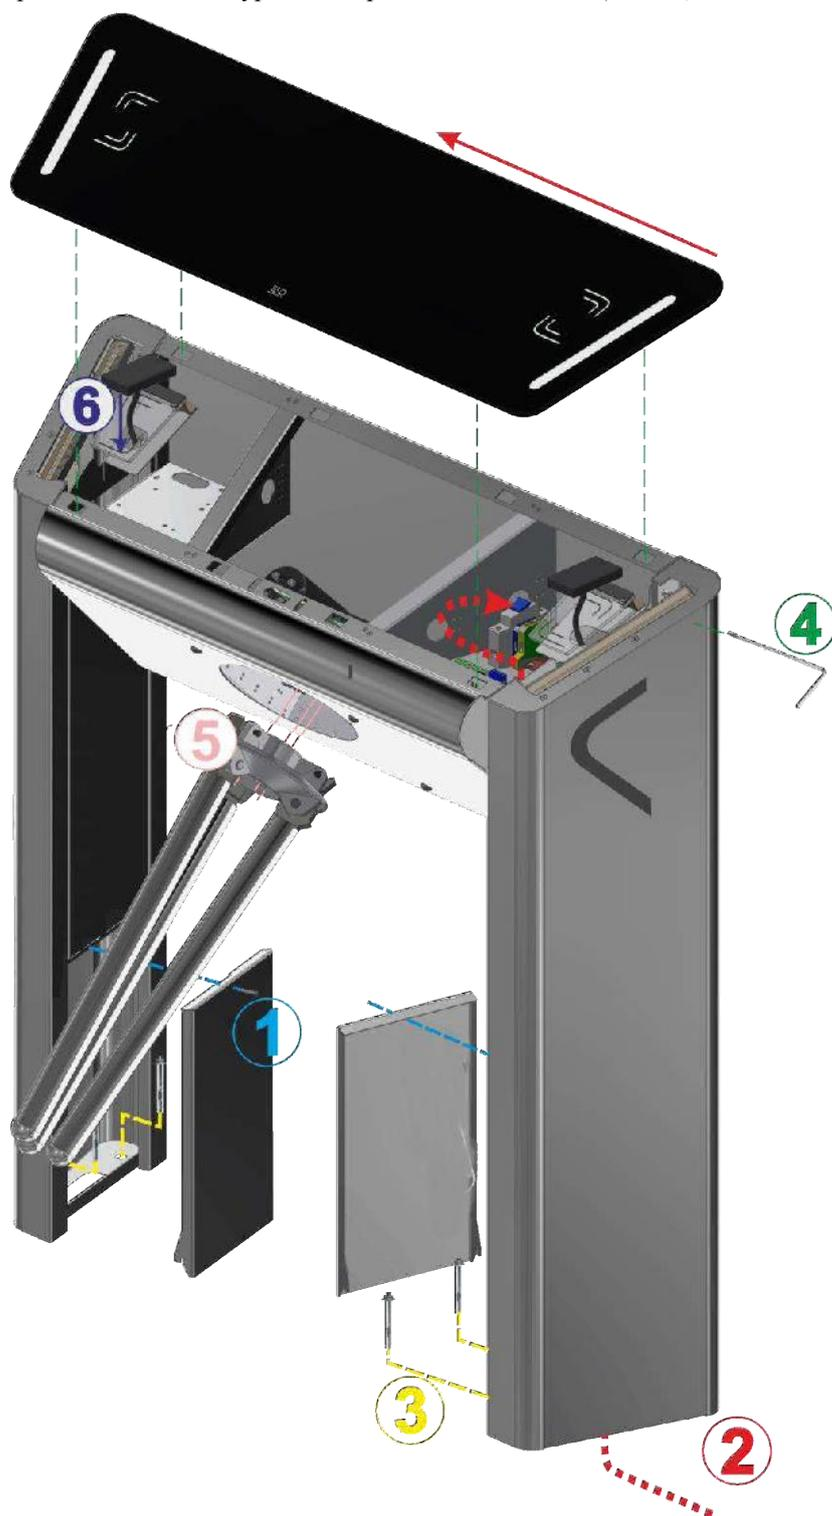

Рис. 15 – Общий вид сборки турникета трипода «ONYX-M»
- 8) Для доступа к крепежным отверстиям основания турникета-трипода «ONYX-M» (Рис.15) необходимо